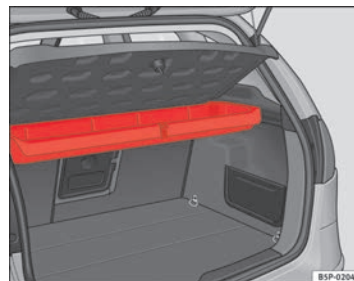
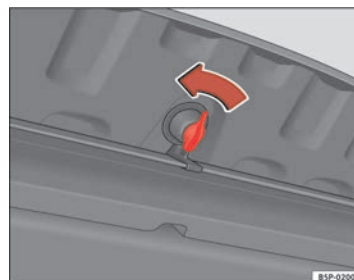

Fig. 122 Alojamiento para el triángulo de preseñalización bajo la bandeja posterior
Fig. 123 Apertura de la caja portaobjetos
El triángulo de preseñalización* se encuentra debajo de la bandeja posterior en una caja portaobjetos ⇒ página 157, fig. 122. Para abrir esta caja portaobjetos, gire el pestillo* 90° ⇒ página 157, fig. 123.
- Abra la caja portaobjetos girando el pestillo* 90° → página 157, fig. 123.